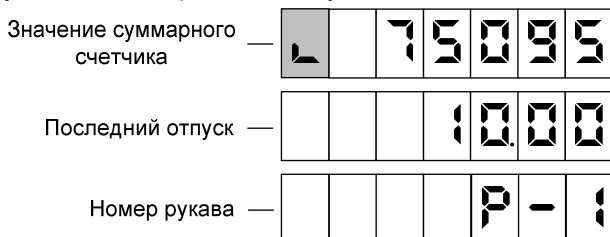

Рисунок 7
9.7 Предусмотрен просмотр на табло значений суммарного счетчика рукава в строке указателя стоимости с мигающим символом "L" в старшем разряде. В строке цены за литр отображается порядковый номер рукава и символы "P-" (рисунок 7). В случае многорукавной колонки, чтобы просмотреть на табло значения суммарных счетчиков других рукавов стороны, необходимо снять раздаточный кран интересующего рукава. В этом режиме допускается выдача топлива.